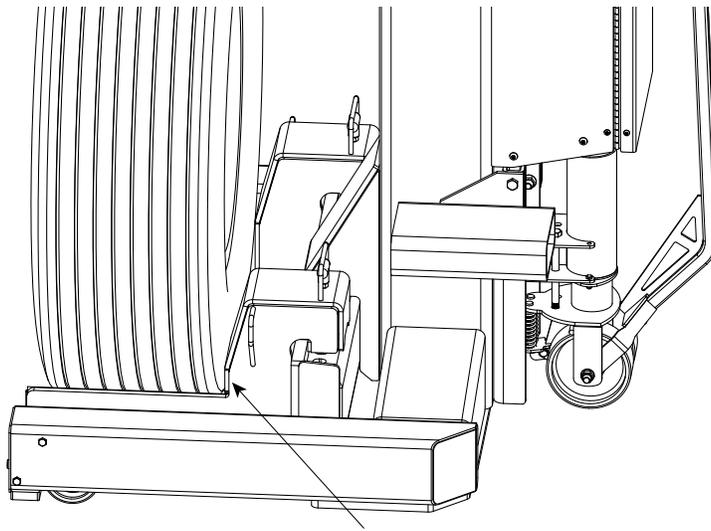

Fig. 13
2. Acoplamiento del neumático a las horquillas, Fig.11, Fig.12, Fig.13: